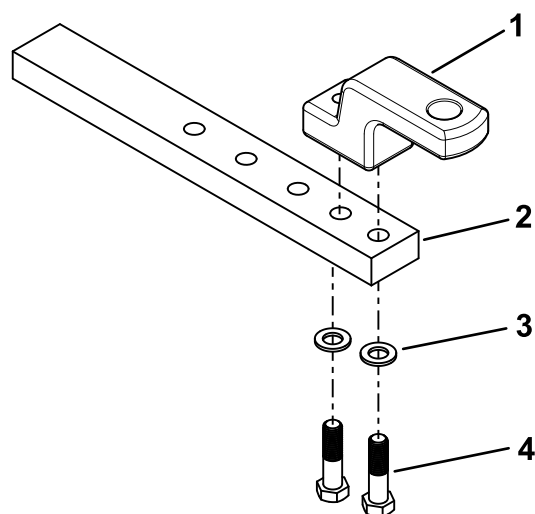

Figura 5
- Utilize os dois parafusos (M18) e duas anilhas para prender a cinta do martelo na barra de engate (Figura 5).